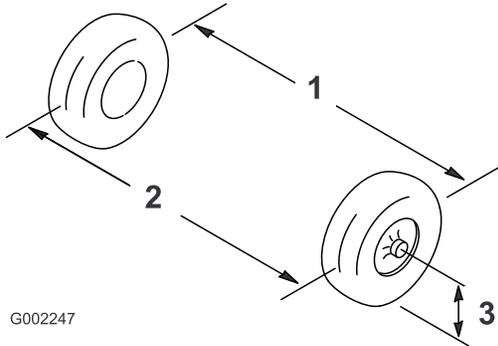

图52
2. 以轮轴的高度为标准、分别测出两个前轮的轮前距离和轮后距离（图52）。